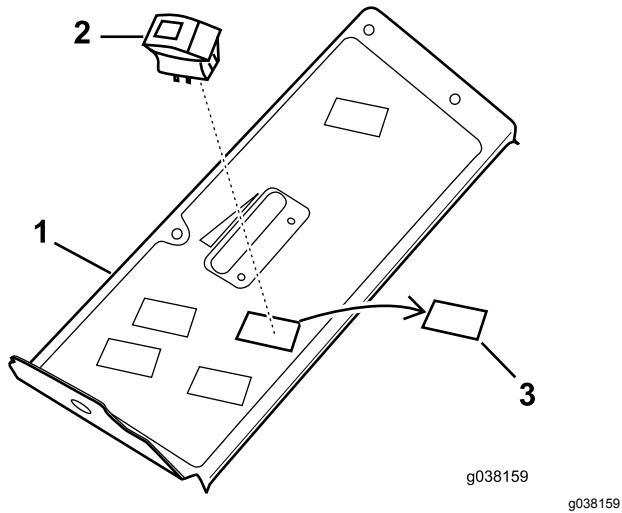

Bild 6
2. Entfernen Sie die Blende, die sich zur Vorderseite des Armaturenbretts unter dem Aufkleber befindet (Bild 6).
3. Setzen Sie den Lichtschalter ein, wie in Bild 6 abgebildet.